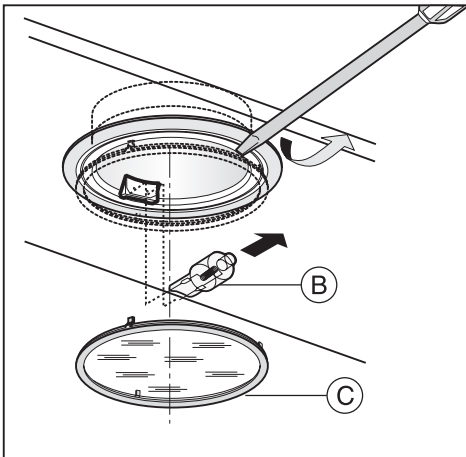

Fig.20
• **Sostituzione delle lampade alogene (Fig.20):**